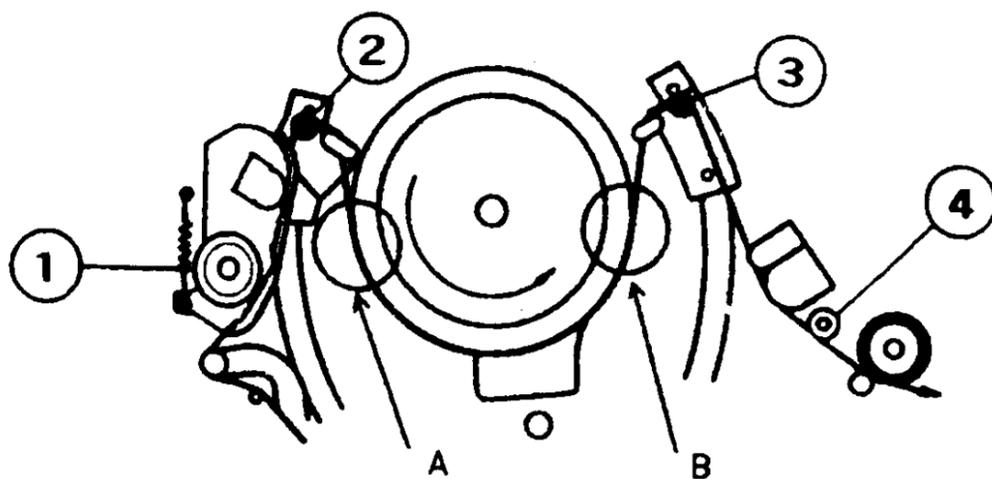

图 2-1
- 2. 装入空白带，把放象机置于重放状态，检查图2-1中“A”和“B”两点处的磁带运行状况。